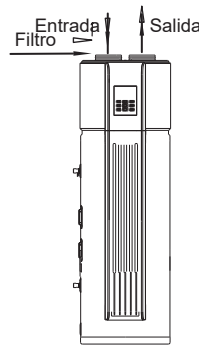

Fig. 3-8
- 5) Instalação do filtro na entrada da unidade. No caso da unidade com conduta, o filtro deve ser colocado na posição de entrada da conduta (Fig. 3-8/3-9).